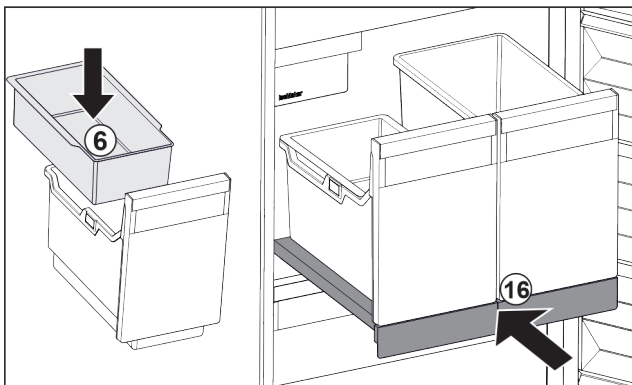

Fig. 107
- Inhangschaal Fig. 107 (6) voor ijsblokjes aanbrengen.
- Uitschuifplateau met bak (IceTower) er inschuiven. Fig. 107 (16)